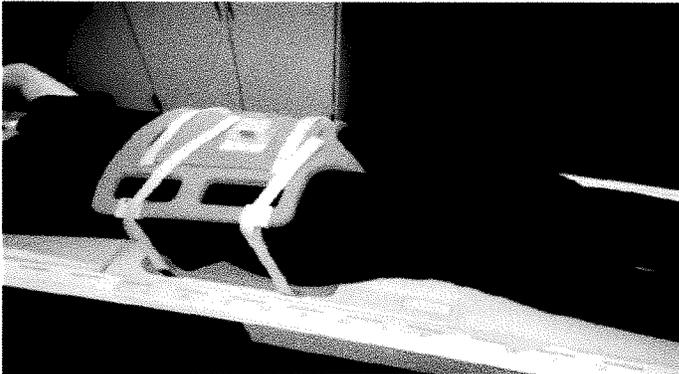

Figure 4 : Décubitus dorsal. Patient tête première prêt à scanner. L'alésage est à gauche.
- 1) Posez la bobine PROCURE™ à plat avec le côté non-patient vers le bas et l'extrémité antérieure face à l'alésage (à gauche dans la figure 4) Utilisez des oreillers et des coussinets de confort pour le patient au besoin pour le confort et le positionnement du patient.
- 2) Après avoir positionné la bobine comme illustré à la Figure 4, connectez le connecteur du câble antérieur à la prise de la bobine antérieure. Déplacez la bobine afin que le câble puisse se connecter au port de connecteur correspondant sur le scanner IRM, **NE BRANCHEZ PAS LE CÂBLE DANS LE SCANNER.**